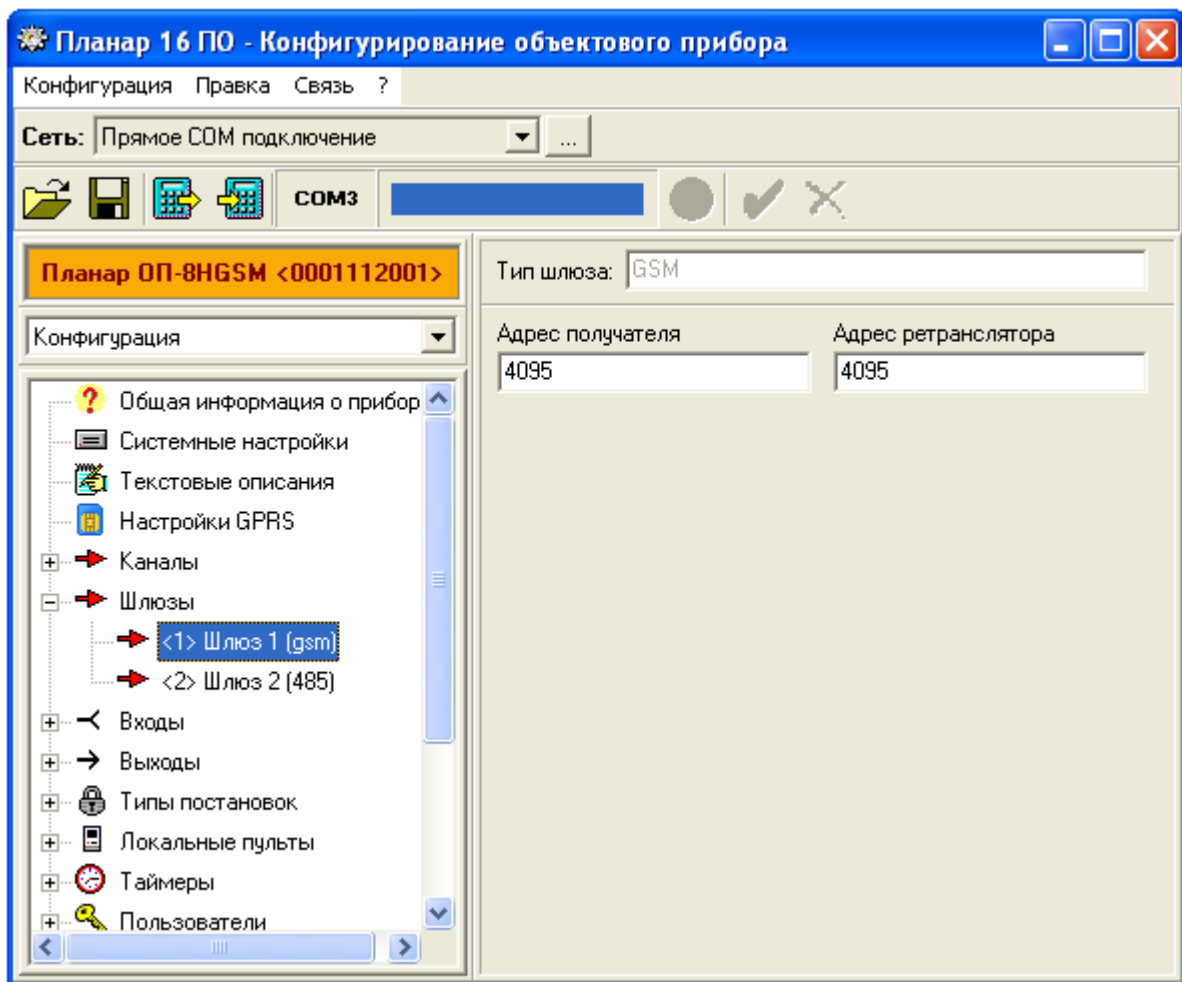

Рис. 12.14 Программирование шлюзов
12.2.4.1.15.4. Типовое окно программы конфигурирования объектового прибора при программировании шлюзов приведено на рис.12.14.